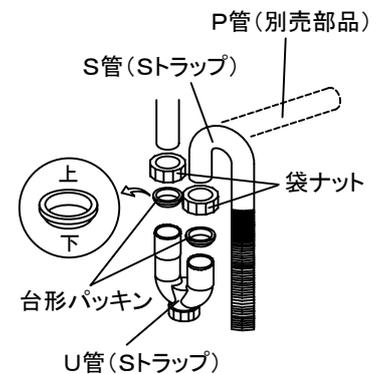

図14-5
- ② 建物側の排水管にP管を差し込んだ後、P管とストラップのU管を確実に接続してください。(図14-5)
- ③ P管と建物側の排水管を水漏れのないように注意して接続してください。
- ④ 後板点検口蓋を後板に取付けてください。
- ⑤ 底板点検口蓋を底板に取付けてください。